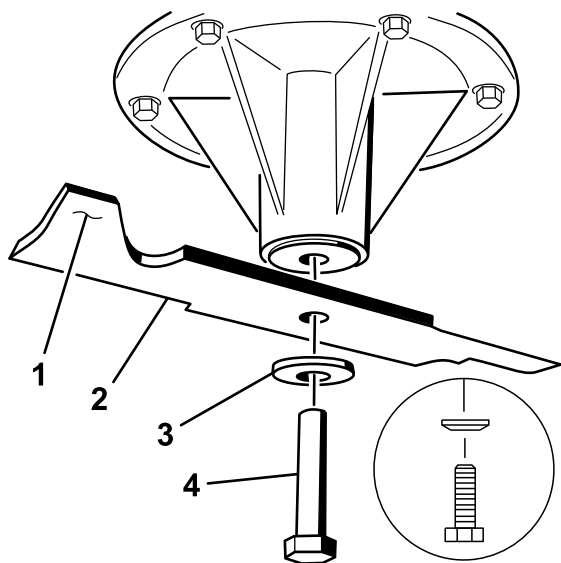

Figura 82
1. Instale a lâmina no veio (Figura 82).
2. Instale o disco de mola e o parafuso da lâmina. O cone do disco de mola deve ser montado virado para a cabeça do parafuso (Figura 82). Aperte o parafuso da lâmina com 115–150 Nm.